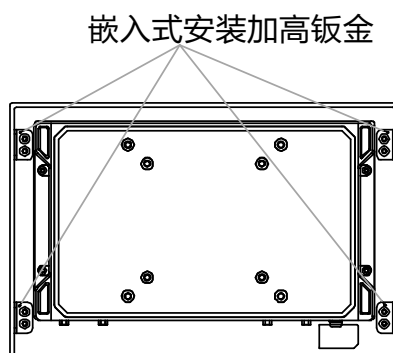

图3-2 安装加高钣金
1. 使用 2 个 M3 螺钉将嵌入式安装加高钣金固定在设备背面，共四处，如图 3-2 所示。